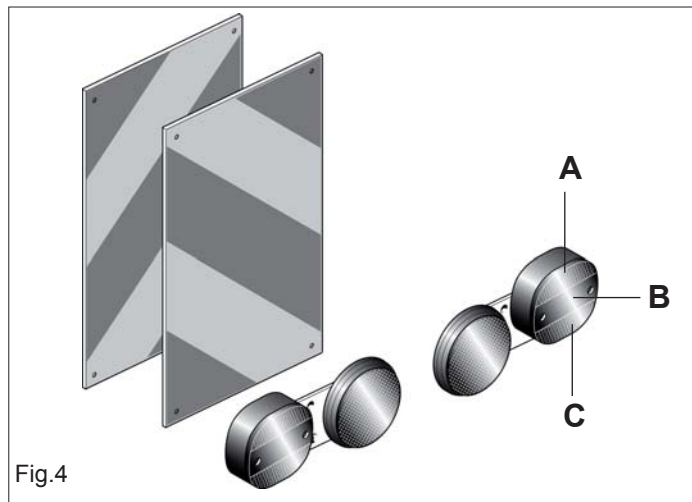

Fig.4
- 8) Wenn die geschleppten oder an dem Schlepper angebrachten Ausrüstungen und Geräte die Sichtbarkeit der Signalisierungs- und Beleuchtungsvorrichtungen des Schleppers verdecken, müssen diese Vorrichtungen auch an den Ausrüstungen angebracht werden, wobei die Vorschriften der im jeweiligen Anwendungsland geltenden Straßenverkehrsordnung zu beachten sind. Beim Gebrauch ist zu kontrollieren, daß die Anlage einwandfrei funktioniert. Nachstehend wird die korrekte Sequenz der Leuchten angegeben (Fig.4):